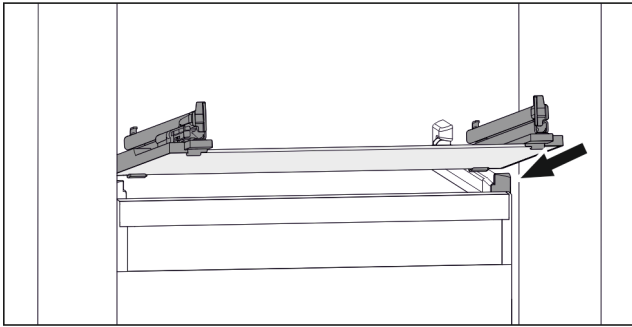

Fig. 46 Representación de la placa de vidrio a modo de ejemplo
- ▶ Coloque la placa de vidrio inclinada detrás de los topes. (consulte Fig. 46)